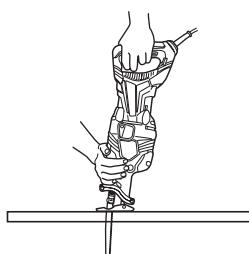
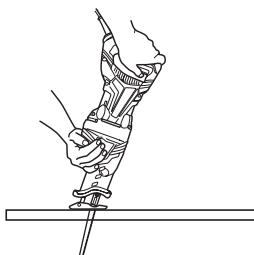

Fig. 28
Fig. 29
(3) Sujete el cuerpo firmemente hasta que la hoja de sierra penetre completamente dentro del material (Fig. 28, Fig. 29)